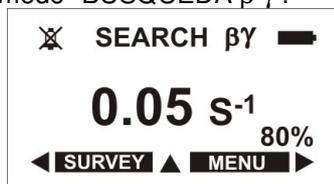

Figura 2.28
- "DESACTIVAR SONIDO" - - después de la elección de esta línea (Figura 2.28) la señal audible de la tasa de conteo de impulso media de la radiación- β -γ registrada, se desactivará en el modo "BÚSQUEDA β γ".
- "ACTIVAR SONIDO" - - después de la elección de esta línea (Figura 2.28) la señal sonora de la tasa de conteo de impulsos de la radiación β registrada se enciende en el modo "BÚSQUEDA β γ".